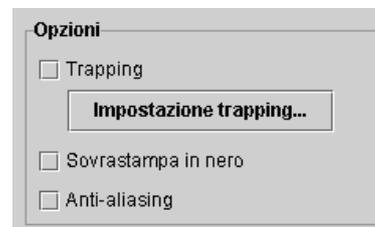

Figura 4-3. Strumenti di Qualità immagine
- La funzione Sovrastampa in nero di DocuColor 2045/2060/6060 impedisce la rimozione dello sfondo di un oggetto nero e dà luogo alla stampa dell'immagine in nero sopra il colore sottostante, eliminando le bande di bianco attorno all'oggetto nero. Per visualizzare la finestra di dialogo in cui trovare e impostare questa funzione, vedere la Figura 4-3.
- **Anti-aliasing** riduce l'aspetto frastagliato di curve e linee nel testo e per disegni al tratto. Per visualizzare la finestra di dialogo in cui trovare e impostare questa funzione, vedere la Figura 4-3.